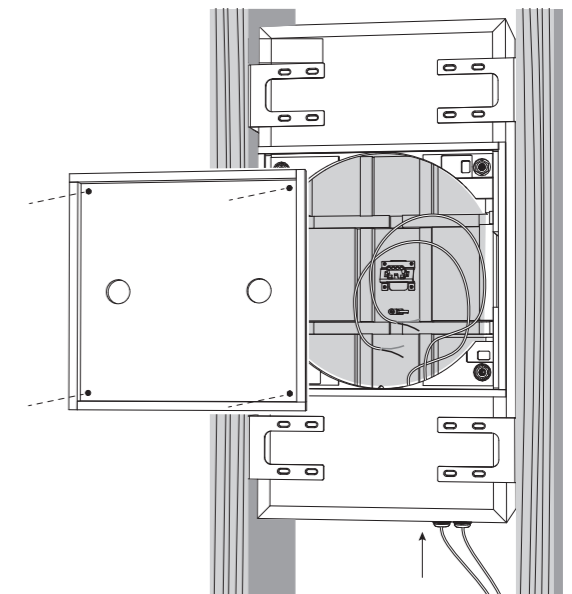

Fig. 3. Speaker Wire Installation.
1. Zdejmij pokrywę z tylnej puszki, odkręcając cztery śruby mocujące ją na miejscu (rys. 3).
2. Przełóż przewód głośnika przez jeden z dławików kablowych i pozostaw wystarczający luz, aby wykonać połączenia (rys. 3). Dokręć dławik kablowy i zamocuj kabel głośnika, aby zapobiec jego przesuwaniu się i grzechotaniu podczas pracy. Upewnij się, że kabel głośnikowy nie styka się z gwoździem lub śrubami, które mogą uszkodzić izolację. Dostarczony jest drugi dławik kablowy, który umożliwia zainstalowanie drugiego kabla głośnikowego.